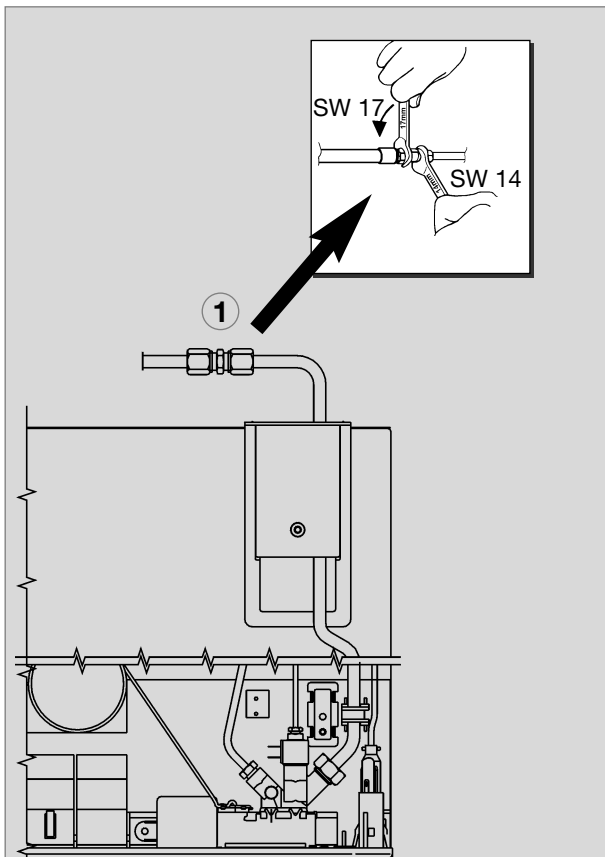

Abb. 37
- Der Gasanschluss am Gerät erfolgt mittels einer Schneidring- (Ermeto-) Verschraubung L8, DIN 2353-ST nach EN 1949 (siehe Abb. 37,38).